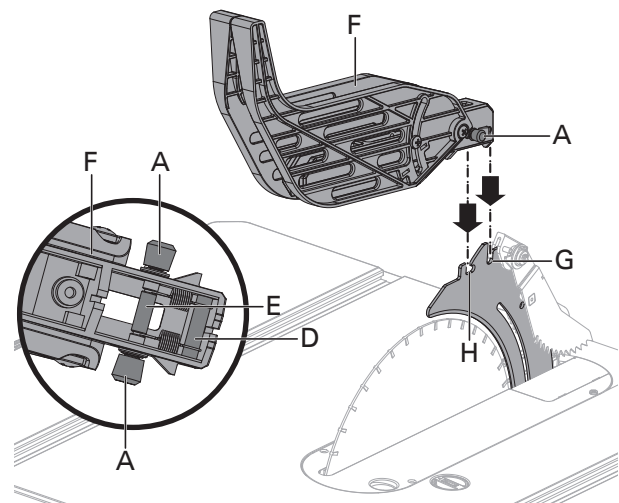

Fig. 10b
- Sujete y presione las perillas (A) hacia adelante en dirección a la parte frontal de la protección de la cuchilla. Coloque las clavijas (D, E) de la protección de la cuchilla (F) en las ranuras (G, H) indicadas en el separador (Fig. 10b).